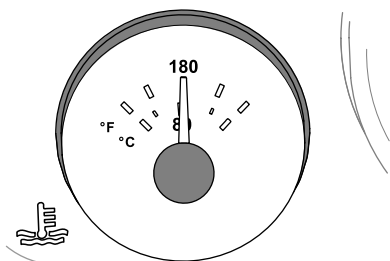

Рисунок 83
E. Дайте двигателю поработать в течение 5 минут или пока индикатор температуры охлаждающей жидкости в блоке приборов не покажет 82°C (180°F), затем остановите двигатель (Рисунок 83).